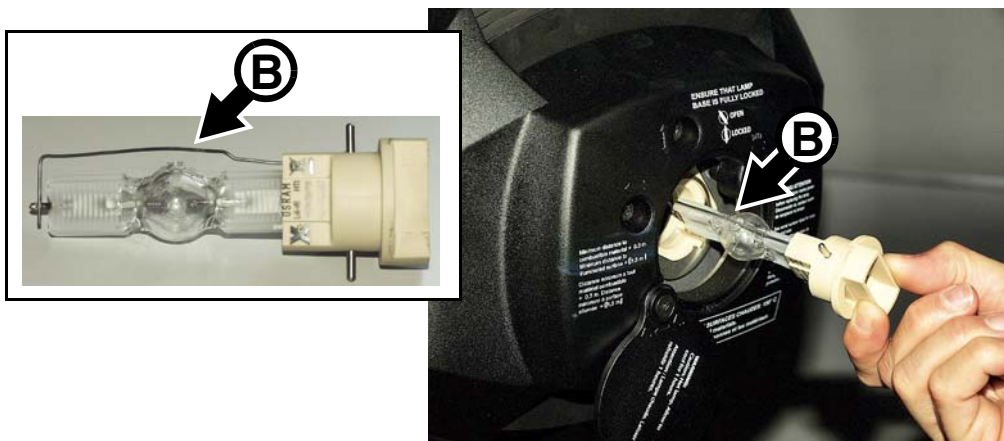
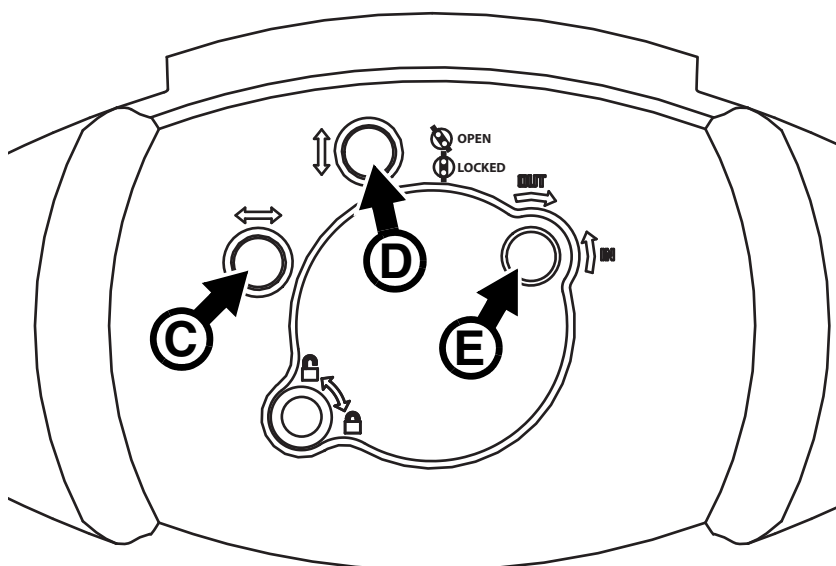

Figure 10: Démontage et remontage de la lampe
Figure 11: Réglage de la lampe
5. Voir Figure 10. Attrapez la lampe par sa douille céramique, tournez-la de 45° dans le sens anti horaire pour la libérer. Retirez délicatement la lampe du projecteur.
6. Voir Figure 10. Maintenez la lampe de rechange de façon à ce que le fil **B** soit tourné vers le haut de la tête (vers les vis d'alignement horizontales et verticales **C** et **D** sur la Figure 11. Alignez les contacts de la lampe avec les gorges de la douille. Glissez la lampe dans le projecteur jusqu'à ce que les contacts soit insérés complètement puis tournez la lampe à 45° dans le sens horaire jusqu'à un 'clic' distinct. La lampe est ajustée au support et essayer d'amorcer une lampe mal montée peut entraîner des dommages qui ne seront pas couverts par la garantie. Il est donc important de s'assurer du verrouillage de la lampe.
- Voir Figure 11. Utilisez les vis Torx 20 C, D et E pour réduire le point chaud et obtenir le faisceau le plus uniforme